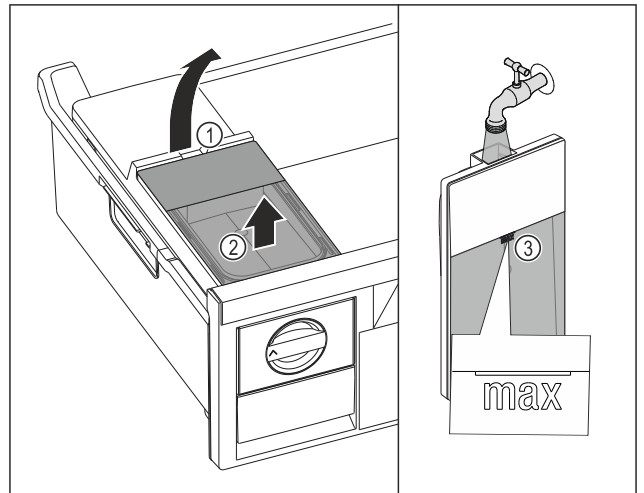

Fig. 81
- ▶ Dvignite rezervoar za vodo dvignite za izrez Fig. 81 (1).
- ▶ Rezervoar za vodo odstranite v smeri navzgor. Fig. 81 (2)
- ▶ Rezervoar za vodo napolnite s pitno vodo do oznake Fig. 81 (3).